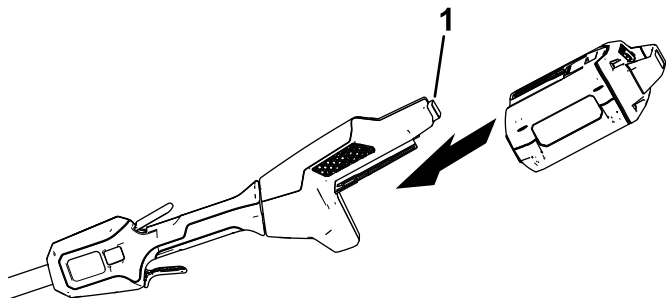

Figure 9
2. Alignez le creux de la batterie sur la languette du corps de la poignée (Figure 9).
3. Poussez la batterie dans le manche jusqu'à ce qu'elle s'enclenche dans le verrou (Figure 9).